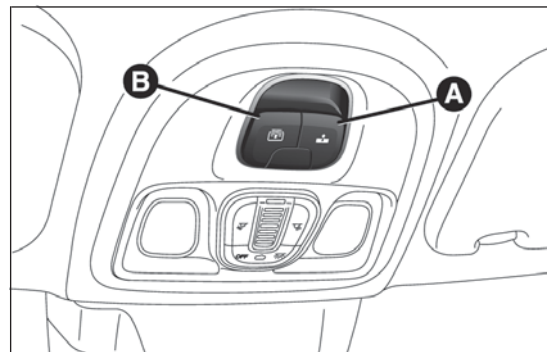

fig. 72
Premere il pulsante A fig. 72: il pannello vetro anteriore si porterà in posizione "spoiler".
Dalla posizione di completa apertura premere il pulsante A fig. 72: il pannello vetro anteriore si porterà in posizione “spoiler”.
Premere il pulsante B fig. 72: la tendina si muoverà verso la parte posteriore della vettura, fino alla posizione di completa apertura.
- ☐ premere il pulsante A fig. 72 in posizione di chiusura;